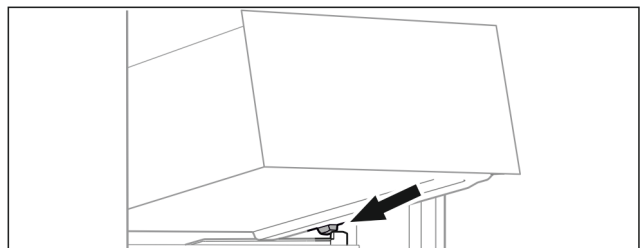

Fig. 65
- Placer le tiroir, en l'inclinant, derrière les butées sur la nervure de récipient. (voir Fig. 65)